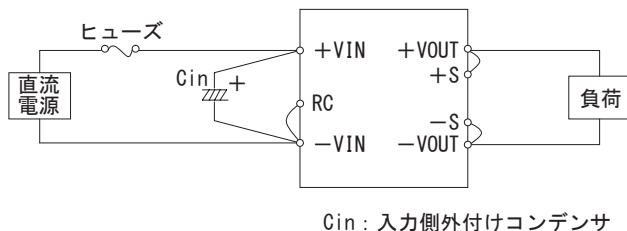

図2.1 標準接続方法
- 電源を使用するためには、図2.1の接続が必要です。
(2) 入力側外付けコンデンサ
- 電源の安定動作のために、入力側+VINと-VIN間にコンデンサCinを接続してください(図2.1)。